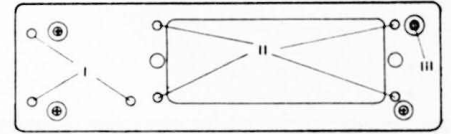

Fig. 1
- Dévisser les 3 vis de fixation (I) de l'alimentation secteur, accessibles sous le fond du récepteur. (fig. 1)
- Dévisser les 4 vis de fixation (II) du boîtier à piles ainsi que la vis de fixation (III) du pied arrière droit immobilisant l'antenne M.F. (fig. 1)